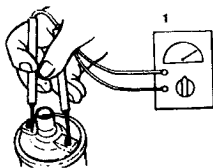

Рис. 4.9 Проверка первичной цепи катушки зажигания (См. Раздел 7)
3. Катушку зажигания можно проверить при помощи омметра. Подсоедините омметр между двумя клеммами проводов низкого напряжения на катушке для проверки сопротивления в первичной цепи и между минусовой клеммой провода низкого напряжения и центральной клеммой высокого напряжения во вторичной цепи. Если показания омметра не соответствуют значениям, указанным в Разделе Технические характеристики, замените катушку. Все провода необходимо отсоединить при проверке катушки (См. Рис. 4.9 и 4.10).